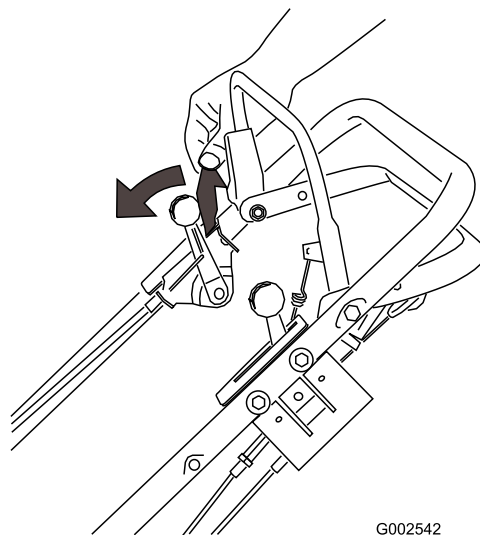

Figure 12
1. Poussez le verrou de la barre de commande en avant (Figure 12).